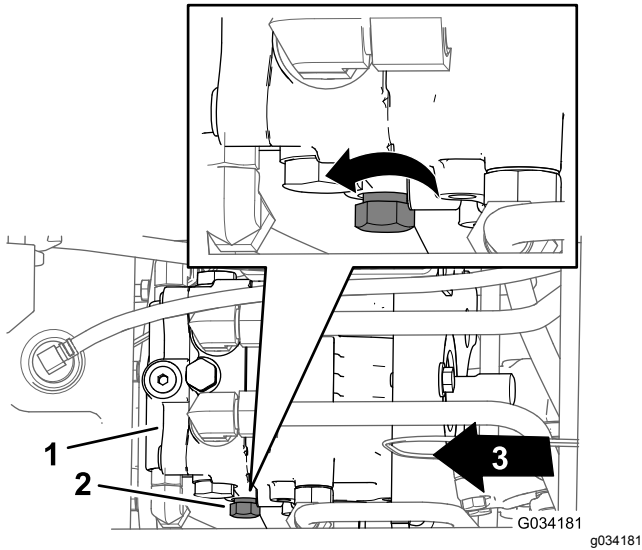

Bild 32
2. Das Bedienelement für das Sicherheitsventil befindet sich an der linken Seite der Hydraulikpumpe (Bild 32).
3. Drehen Sie das Bedienelement drei Umdrehungen gegen den Uhrzeigersinn (Bild 32).
1. Das Bedienelement für das Sicherheitsventil befindet sich an der linken Seite der Hydraulikpumpe (Bild 32).
2. Drehen Sie das Bedienelement des Sicherheitsventils (Bild 32) im Uhrzeigersinn, bis der Widerstand größer wird (das Sicherheitsventil ist dann geschlossen).